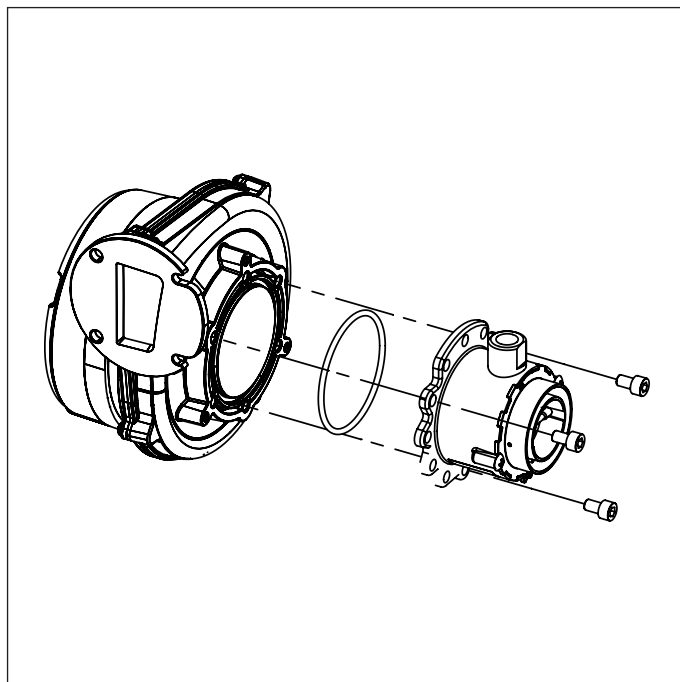

Fig. 30 Misceleto
- Rimuovere il miscelatore svitando le tre viti a brugola (vedi Fig. 30 Miscelatore).